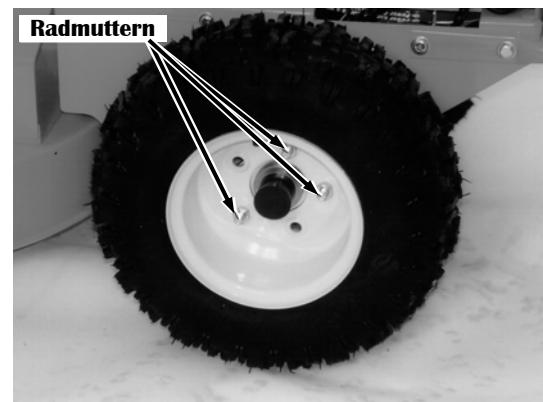

Abbildung 30
3. Entfernen Sie die drei (3) Radmuttern und schieben das Rad ab (**Abbildung 30**).